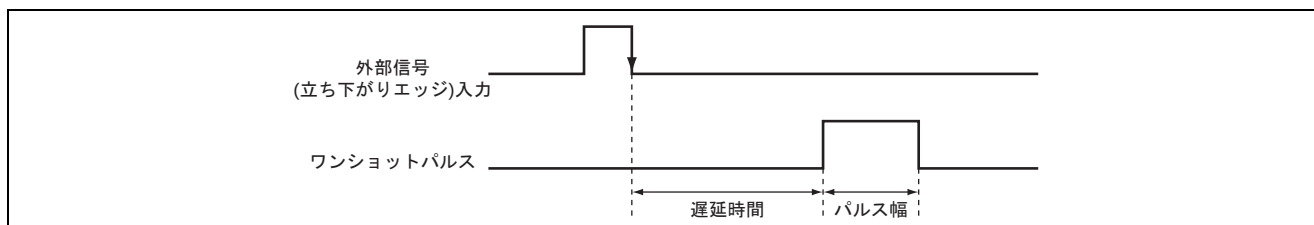

図 1 ワンショットパルス出力
- (1) 図 1 に示すように外部信号の立ち下がりに同期してワンショットパルスを出力します。
- (2) 外部信号の立ち下がりからの遅延時間およびパルス幅は以下になります。なお、基準パルスの周期は、TCNT0 への設定周期以内とする必要があります。